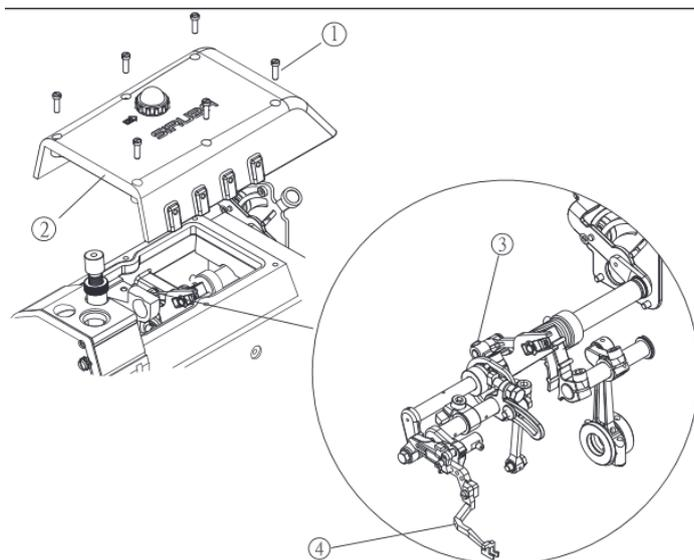

Fig. 47 / Рис. 47
2. Ослабьте винт ① и снимите верхнюю крышку ②. Ослабьте винт ③, чтобы отрегулировать передний-задний верхний подачи ④. (Рис.47)